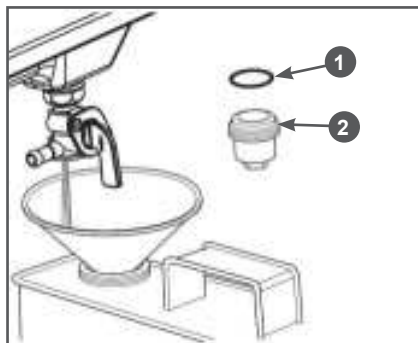

Рис. 22 Слив топлива с топливного бака
1. Слейте топливо из топливного бака (Рис. 22). Для этого:
- откройте топливный кран и слейте топливо в подготовленную для этого ёмкость (Рис. 22);
- установите на место стакан отстойника. Перед установкой убедитесь в том, что уплотнительное кольцо 1 находится на месте и не повреждено (Рис. 22).